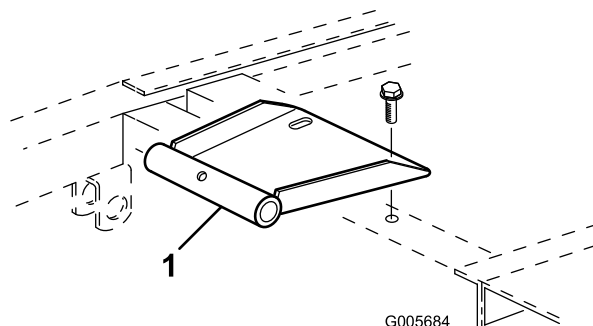

Figure 8
2. Fixez le support de pivot du siège au cadre avec 2 vis à embase fournies avec le kit (Figure 8).
4. Fixez le support de pivot du siège au cadre avec (2) vis à embase fournies avec le kit (Figure 8).